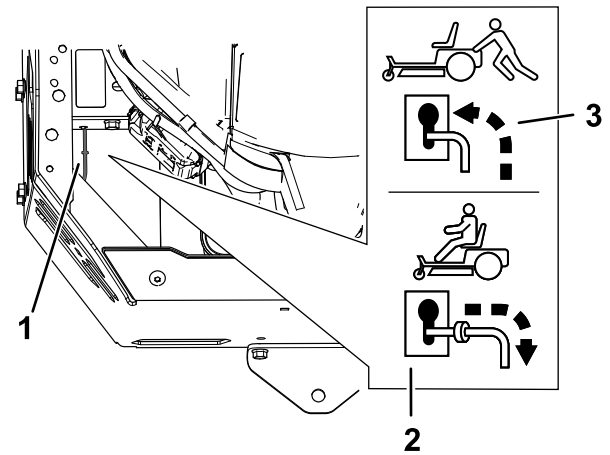

Bild 37
4. Schieben Sie die Bypasshebel nach vorne durch das Schlüsselloch und nach unten, um sie zu arretieren (Bild 37).
Schieben Sie die Bypasshebel nach hinten durch das Schlüsselloch und nach unten, um sie zu arretieren, wie in Bild 37 abgebildet.